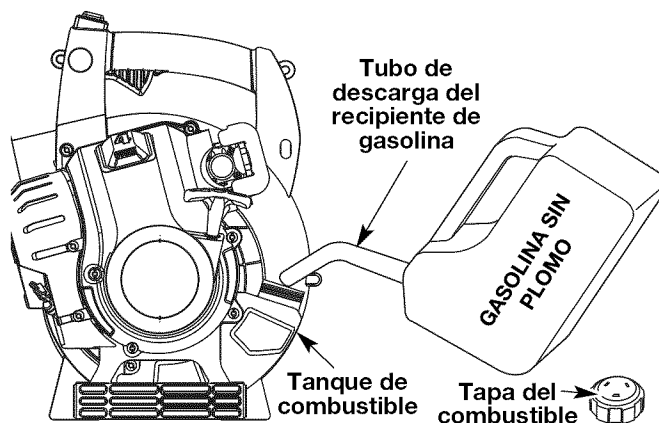

Fig. 10
1. Saque la tapa de la gasolina (Fig. 10).